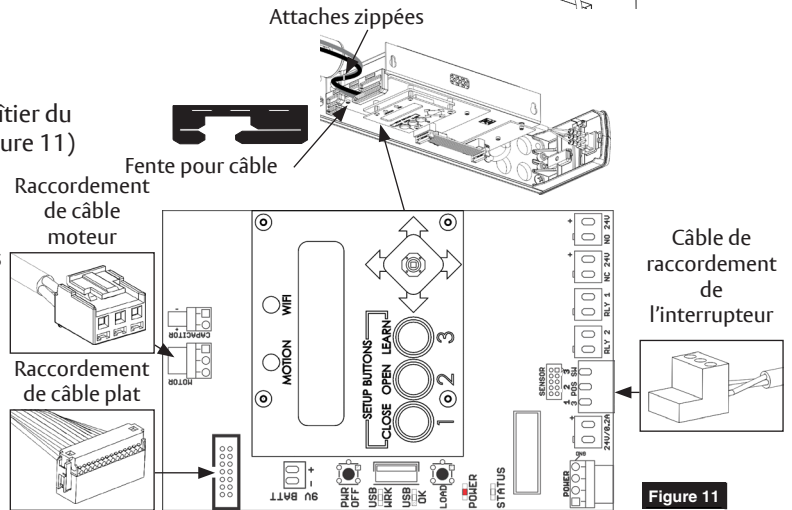

Figure 11
4. Brancher le moteur et les câbles plats du boîtier du ferme-porte à l'alimentation électrique. (Figure 11)
- Utiliser la fente dans le bloc d'alimentation pour alimenter les connecteurs au panneau. (Figure 11)
- Utiliser les attaches zippées fournies pour gérer tout excès de câble entre le ferme-porte et le bloc d'alimentation afin que le couvercle puisse être fixé sans endommager les câbles. (Figure 11)
5. Raccorder l'interrupteur à l'alimentation électrique. (Figure 11)